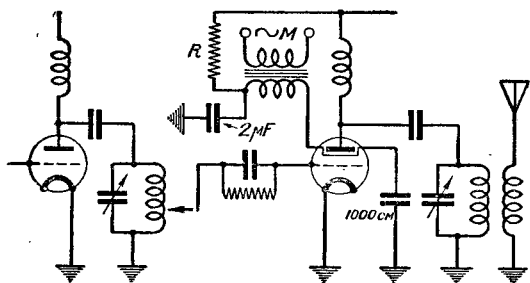

Рис. 6
Экранированную лампу в мощном каскаде модулировать проще всего на ее экранирующую сетку. Схема модуляции такого вида дана на рис. 6. Эта схема работает очень хорошо и требует небольшой звуковой мощности от модуляционного усилителя. Например, для того, чтобы промодулировать лампу С-106, мощности, отдаваемой одной лампой УО-104, вполне достаточно.
ток несущей частоты устанавливается равным половине тока, который передатчик дает в телеграфном режиме. Установка на телефонную точку в схемах рис. 1—5 достигается подбором величины постоянного сеточного смещения — B_c , а в схеме рис. 6 — подбором напряжения на экранную сетку. Имея вольтметр постоянного тока и тепловой прибор, любитель может снять модуляционную характеристику передатчика, т. е. зависимость изменения колебательного тока от напряжения, подаваемого к модулятору.
2. Случай как раз обратный: при модуляции ток в антенне возрастает слишком резко. Причина — неправильный режим. Дано слишком большое отрицательное смещение B_c в схемах рис. 1—5 или на экранной сетке напряжение недостаточно — рис. 6.